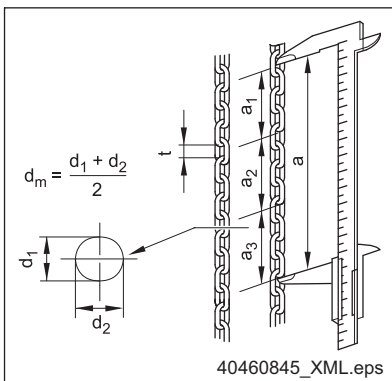

Fig. 54
- de 11 maillons de la chaîne ⇒ Fig. 54, Page 83.